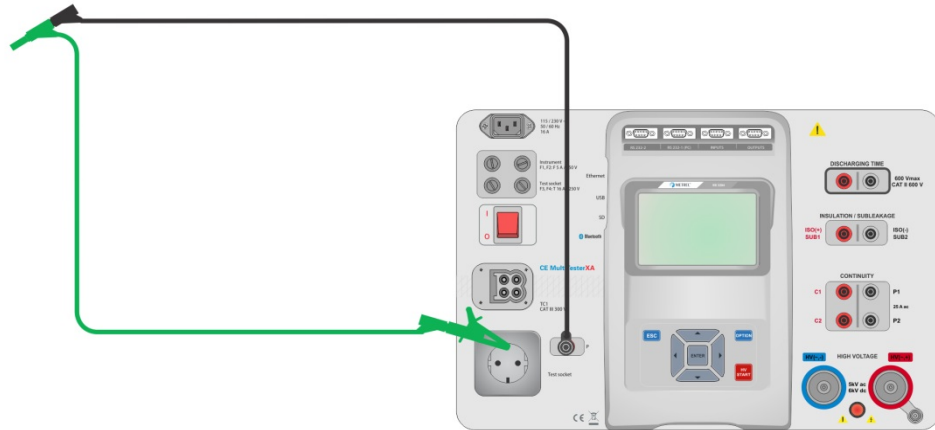

Abbildung 4.8: Kurzgeschlossene Prüflleitungen
- Schließen Sie das Prüfkabel am Messgerät an und schließen Sie die Prüflleitungen miteinander kurz, siehe *Abbildung 4.8*.